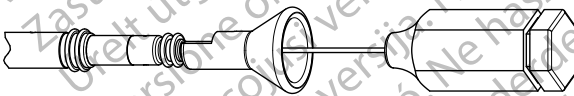

Abbildung 3. Einführen des Mandrins
3. Führen Sie den gewählten Mandrin durch den Anschlussstift oder die ggf. verwendete Mandrin-Einführhilfe ein (Abbildung 3 Einführen des Mandrins auf Seite 16).